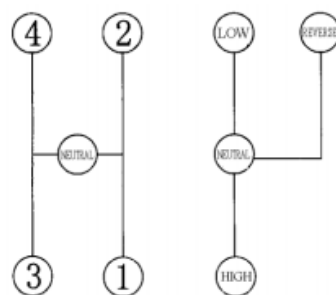

Рисунок 2-1 Управление направлением главных и вспомогательных рычагов переключения передач
7. Главный и вспомогательный рычаги переключения передач (см. Рис. 2-1)
См. Рисунок 2-1 для направления работы. Установите основные и вспомогательные рычаги переключения передач в разные передачи, чтобы получить разную скорость вперед и назад. По середине расположена нейтральная передача.